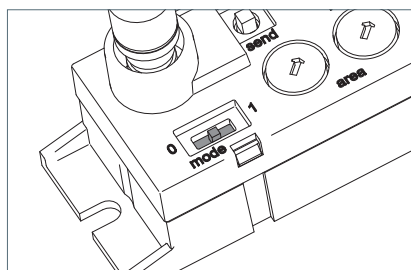

Fig. 17: Swarm control attivato.
- Far scorrere l'interruttore a cursore "mode" in posizione **1**, vedi Fig. 17.